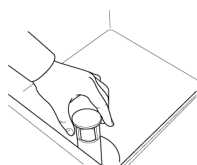

Fig.41
- 1- Aprire la porta e rimuovere il troppopieno. (Fig.41)